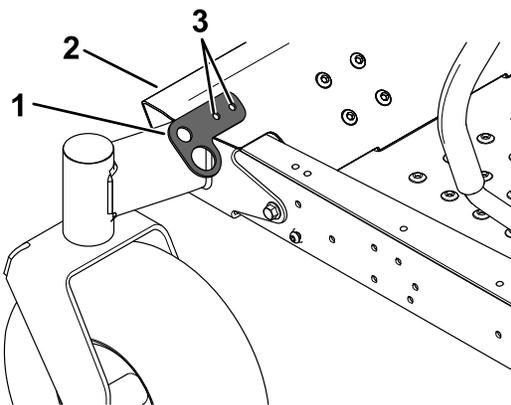

Figure 10
**Sur les machines sans suspension, percez les trous sur le côté gauche du repose-pieds (Figure 10).**